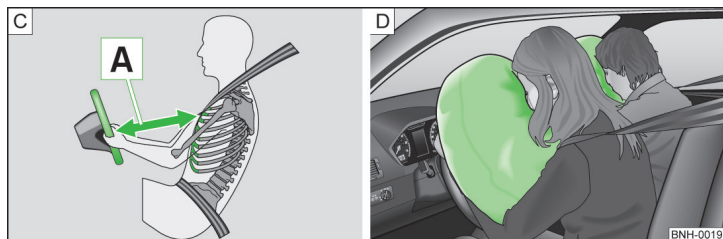

Abb. 9 Sicherer Abstand zum Lenkrad / Gasgefüllte Airbags
Werden die Airbags ausgelöst, entfalten sich diese vor dem Fahrer und Beifahrer » Abb. 9 - D. Beim Eintauchen in den voll aufgeblasenen Airbag wird die Vorwärtsbewegung des Fahrers und Beifahrers gedämpft und das Verletzungsrisiko für Kopf und Oberkörper reduziert.
- Für den Fahrer und Beifahrer ist es wichtig, einen Abstand von mindestens 25 cm zum Lenkrad bzw. zur Schalttafel einzuhalten A » Abb. 9. Wenn Sie den Mindestabstand nicht einhalten, kann Sie das Airbag-System nicht schützen - Lebensgefahr! Außerdem müssen die Vordersitze und die Kopfstützen immer der Körpergröße entsprechend richtig eingestellt sein.